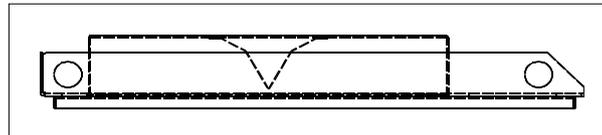

Bild 38. Seitenansicht der Dachstruktur
**HINWEIS:** Wenn eine flache Dachform verwendet wird, montieren Sie ein V-förmiges Luftleitblech auf deren Unterseite, um den Luftstrom horizontal zu lenken. Siehe Bild 38.